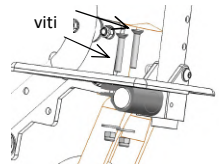

fig. 10.3: Regolazione inclinazione
- **Regolazione angolo di inclinazione del poggiapiedi (fig. 10.3):**